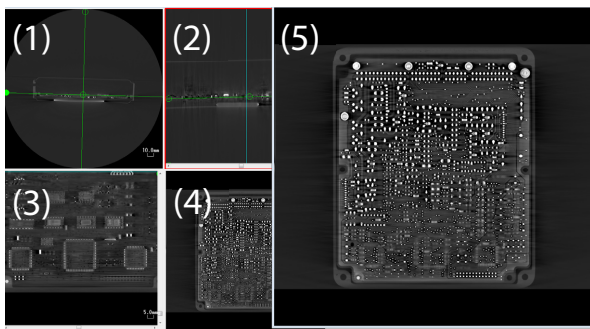

图 5 ECU 的 MPR 图像
接下来拍摄整个 ECU 的 CT 图像，并生成多平面重建 (MPR) 图像，如图 5 所示。MPR 是将记录的 CT 图像排列在虚拟空并显示任意截面的图像的功能。如图 5 所示，可以显示如 (1) 所示的 CT 图像，如 (2) 和 (3) 所示的与 (1) 正交的横截面的图像，以及任意角度的横截面的图像，如 (4) 所示。